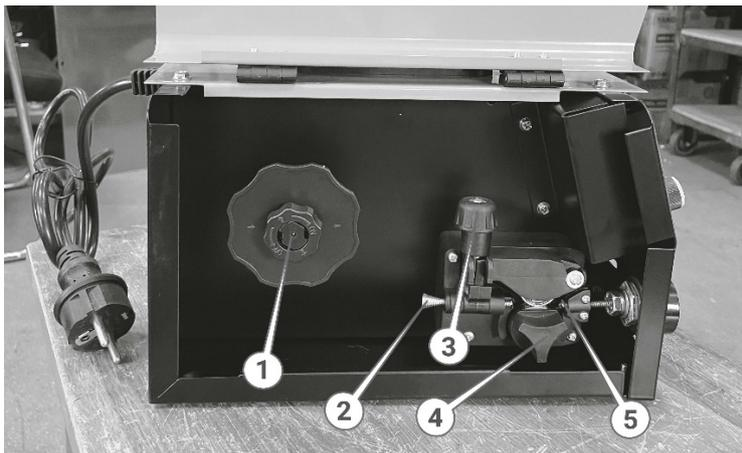

Рисунок 3. Відсік для зварювального дроту.
2. Відкрити кришку відсіку для зварювального дроту (рис. 3) та встановити котушку зі зварювальним дротом на установчий барабан (1, рис. 3) з урахуванням того, що напрямок обертання котушки під час розмотування зварювального дроту відбувається проти ходу годинникової стрілки.
3. Вставити зварювальний дріт у механізм подачі (2, рис. 3).
- переконайтеся в тому, що на кінці дроту немає задирок, здатних пошкодити внутрішню частину тракту, і вставити зварювальний дріт у напрямну трубку (2, рис. 3) та просунути її у вхідний отвір зварювального рукава (5, рис. 3) на 100–150 мм;
- вкласти зварювальний дріт у жолоб ролика подачі (4, рис. 3) під вибраний дріт діаметром 0,8 або 1,0 мм. За необхідності змінити положення ролика.
Для зміни положення ролика подачі необхідно відкрутити фіксатор (4, рис. 3), встановити ролик потрібним боком і зафіксувати.
Планку з притискним роликом повернути в робоче положення і притиснути її гвинтом (3, рис. 3).